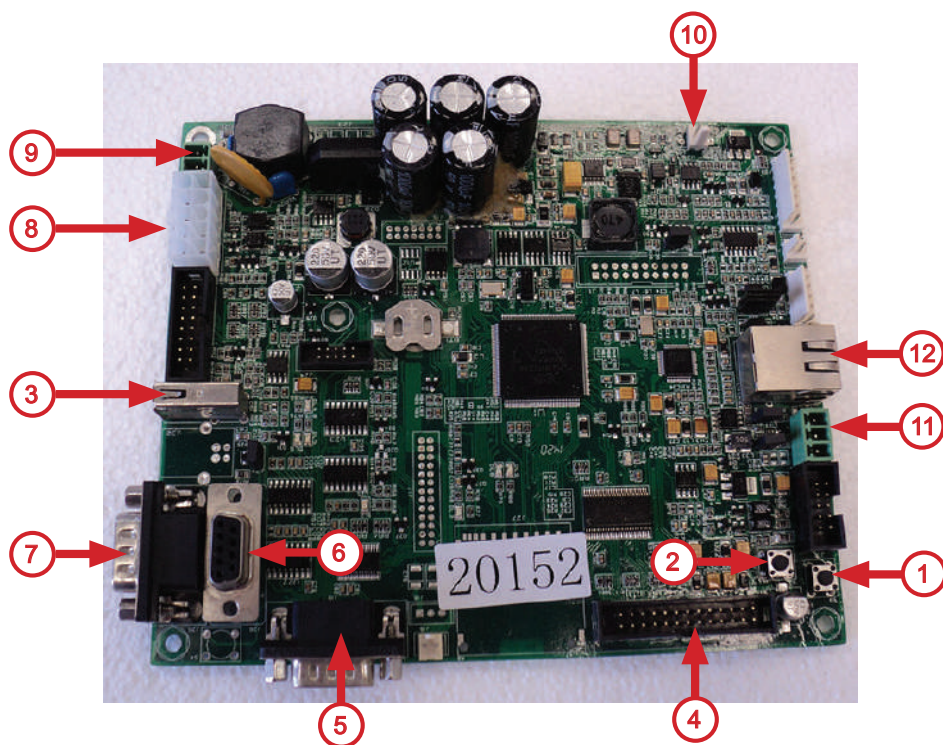

Рисунок 41 - Плата управления (контроллер)
Затем нажать и удерживать до звукового сигнала соответствующую кнопку на клавиатуре быстрого доступа, расположенную на компьютерном блоке автомата или нажать и удерживать до звукового сигнала кнопку (1) или (2), расположенные на плате управления (см. рис. 41).
- Вставьте устройство хранения USB-flash накопитель в USB-порт платы контроллера (см. рис.41 поз.3);
- Чтобы активировать плату контроллера: нажмите одновременно на две кнопки меню оператора и меню техника (см.рис.41 поз.1 и 2), расположенные на плате контроллера;